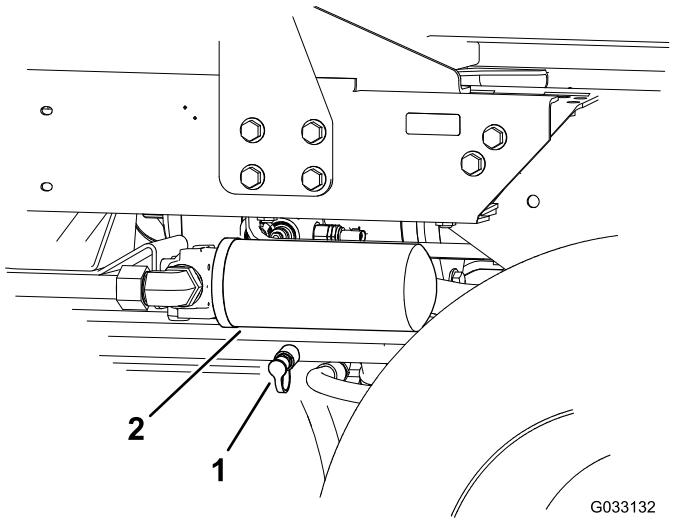

图 39
2. 在安装在后牵引歧管中的诊断接头与后牵引压力测试端口之间连接一根液压软管 **图 39**。